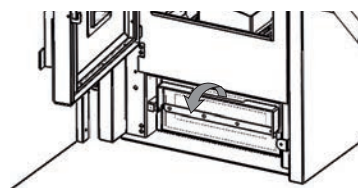

Fig. 3
- Fare leva sulla maniglia del cassetto, tirandola verso il basso; (Fig. 3)